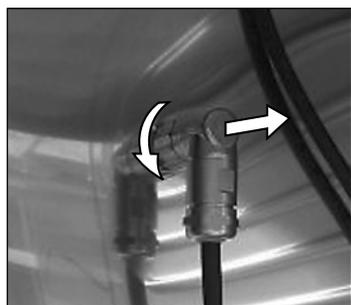

Fig. 34 Aflojar el cierre de bayoneta y retirar el conector
1. Suelte la toma de corriente de la caja de iluminación en el interior del equipo. Para ello, gire el cierre de bayoneta hacia la izquierda y extraiga el conector (Fig. 34).